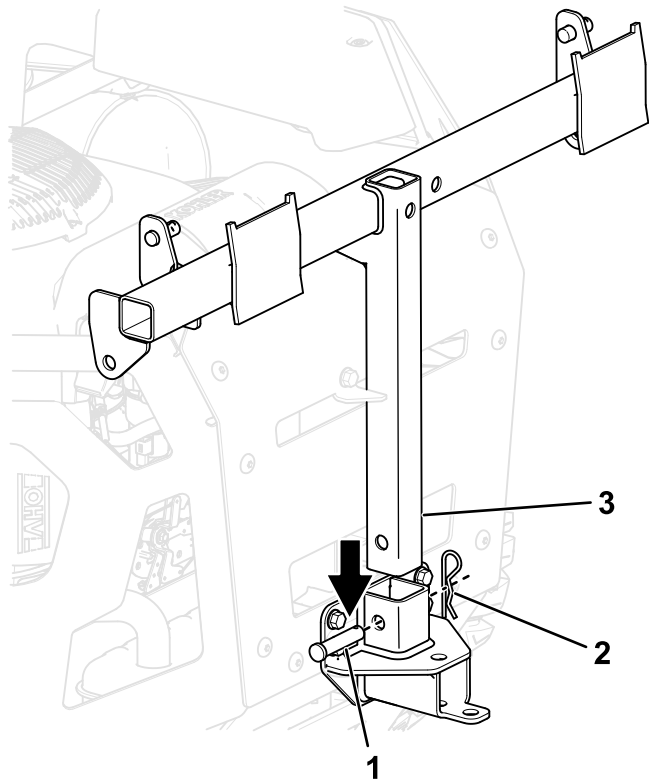

Figuur 7
4. Monteer de montagebeugel voor de grasvanger aan de machine; zie Figuur 7.